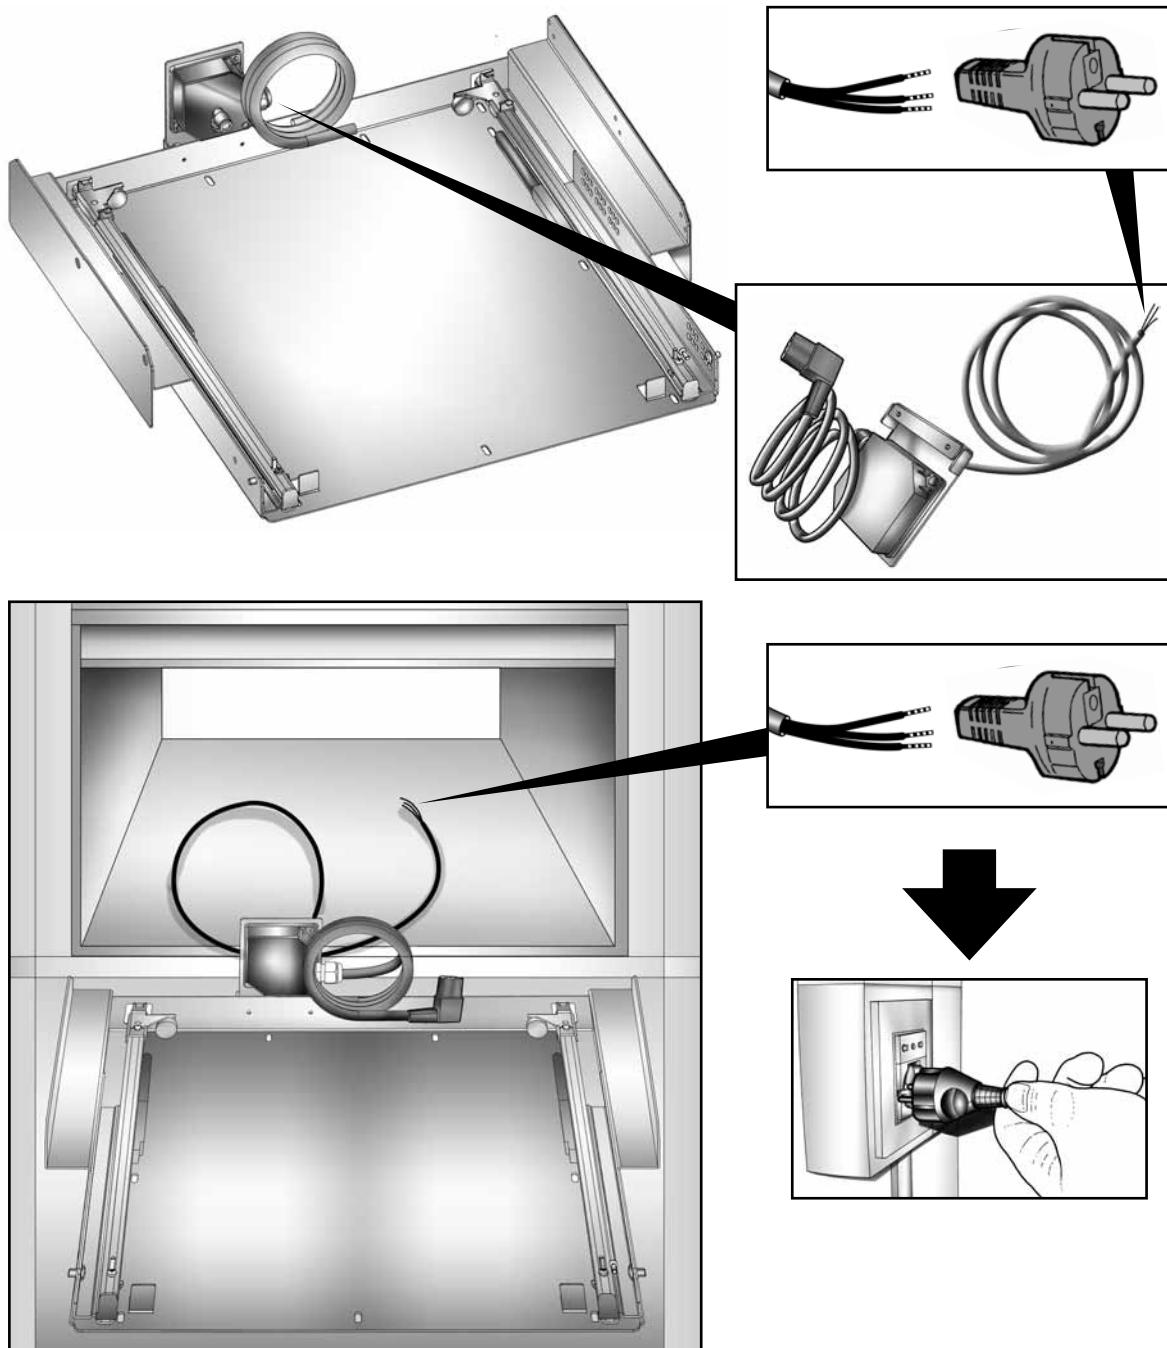

Fig. 1
- 2** Collegare preventivamente il cavo di alimentazione in dotazione al Kit d'incasso ad una presa di corrente idonea, destinata all'alimentazione elettrica della macchina (**Fig. 1**). Assicurarsi che la rete di alimentazione elettrica alla quale si è collegato l'apparecchio, sia disconnessa durante le operazioni di installazione. Il cavo di alimentazione è lungo 140 cm e per problemi legati al surriscaldamento non è possibile utilizzare prolunghe o cavetti per allungarlo. Tenete conto della posizione delle prese per la sistemazione di FVCD 270.